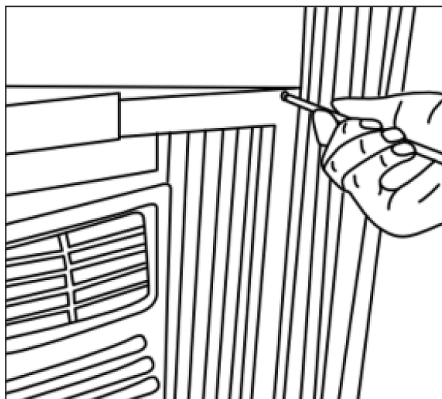
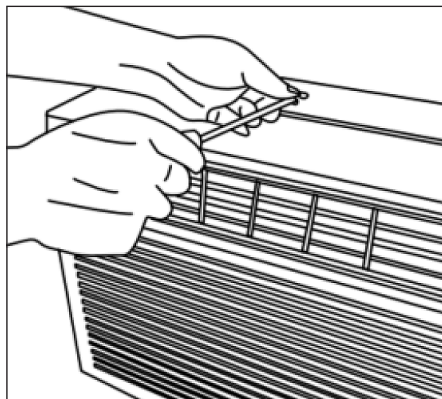

Fig. 12
Fig. 13
10. Enfoncer les vis de blocage 1/2" (12,7 mm) dans les trous du cadre et dans le châssis de la fenêtre (Fig.12 et Fig.13).